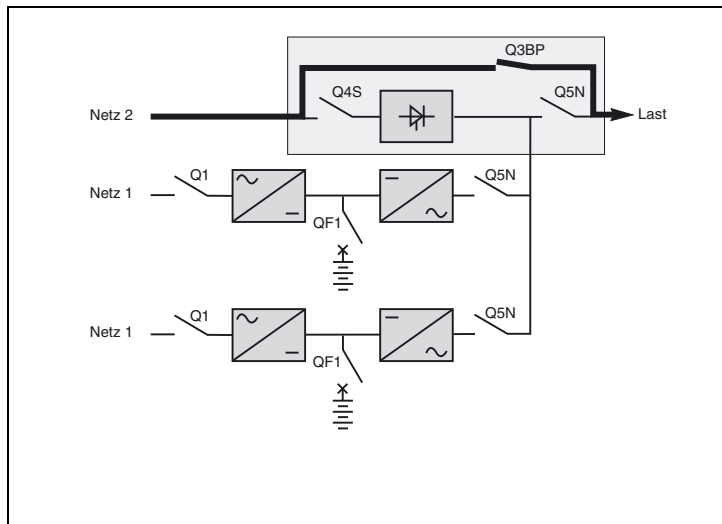

Abb. 29
Zentrale Netzzückschalteneinrichtung (NRE) (Abbildung 29)
- In jedem USV-Block Ausgangsschalter Q5N und Schalter Q4S öffnen (siehe Abb. 29).